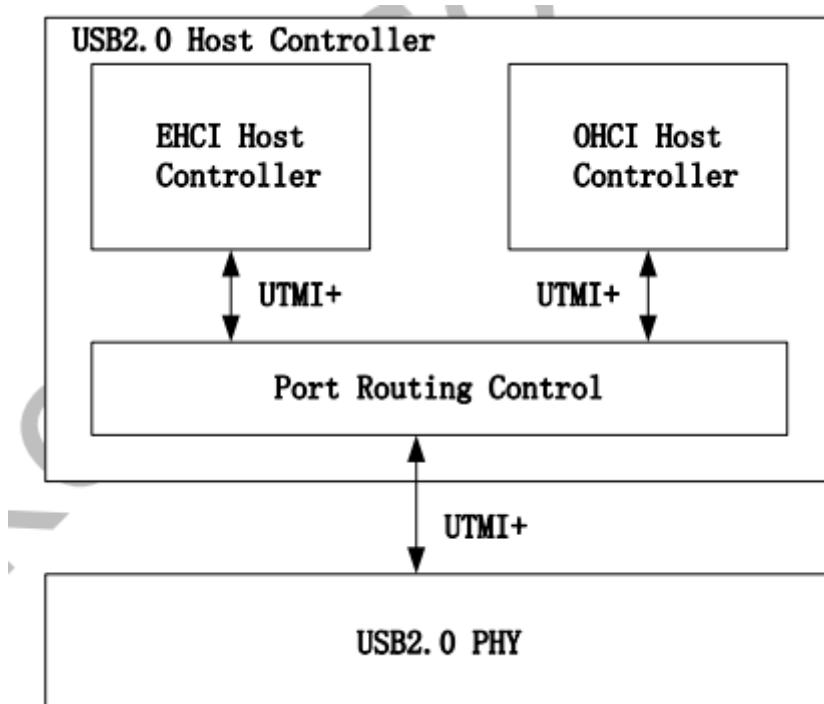

图 1-1 USB 2.0 Host 控制器框图
1. 支持高速 (480Mbps)，全速 (12Mbps) 和低速 (1.5Mbps)，USB 2.0 Host 控制器的框图如下图 1-1 所示。